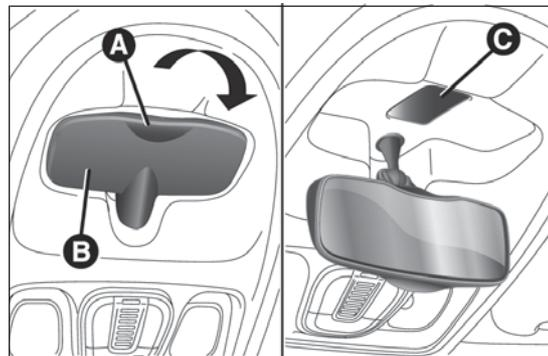

fig. 194
- aflojar el tornillo y retirar el tapón C fig. 194 de recubrimiento de la fijación;